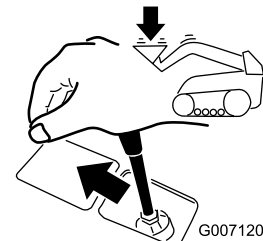

Figura 25
- Baje el brazo de carga (Figura 25).